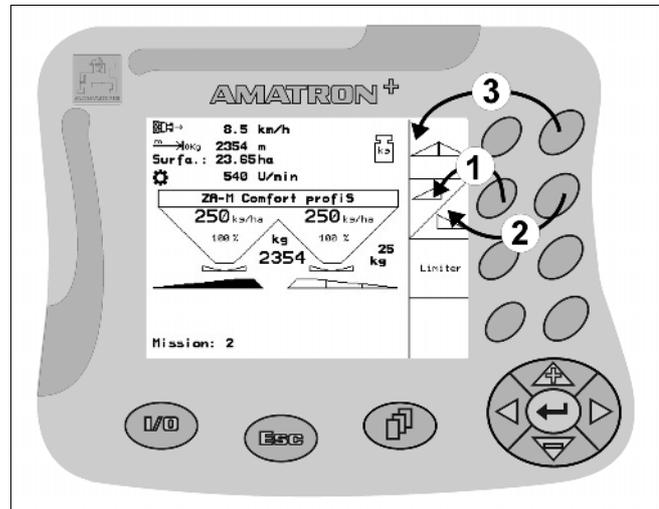

Fig. 8
- La touche gauche sert à piloter la zone en haut à gauche (Fig. 8/1).
- La touche droite sert à piloter la zone en bas à droite (Fig. 8/2).
Si des zones carrées s'affichent à l'écran, seule la touche droite permet de piloter la zone de fonction (Fig. 8/3).